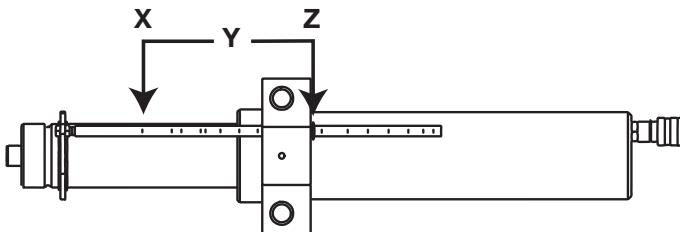

Figure 17
4. Avancer le vérin en position  $Z$ . Surveiller le cintrage et s'arrêter lorsque l'anneau en caoutchouc touche le haut du bloc-cylindres. (Fig. 17)